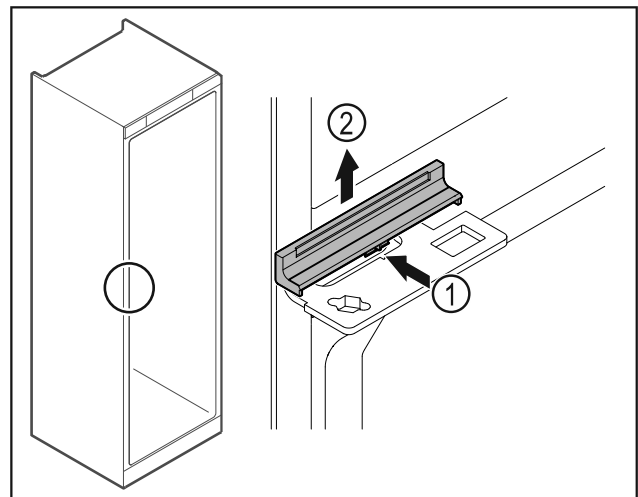

Fig. 48
- Premere leggermente la copertura Fig. 48 (1) al centro e rimuoverla sollevandola verso l'alto Fig. 48 (2).